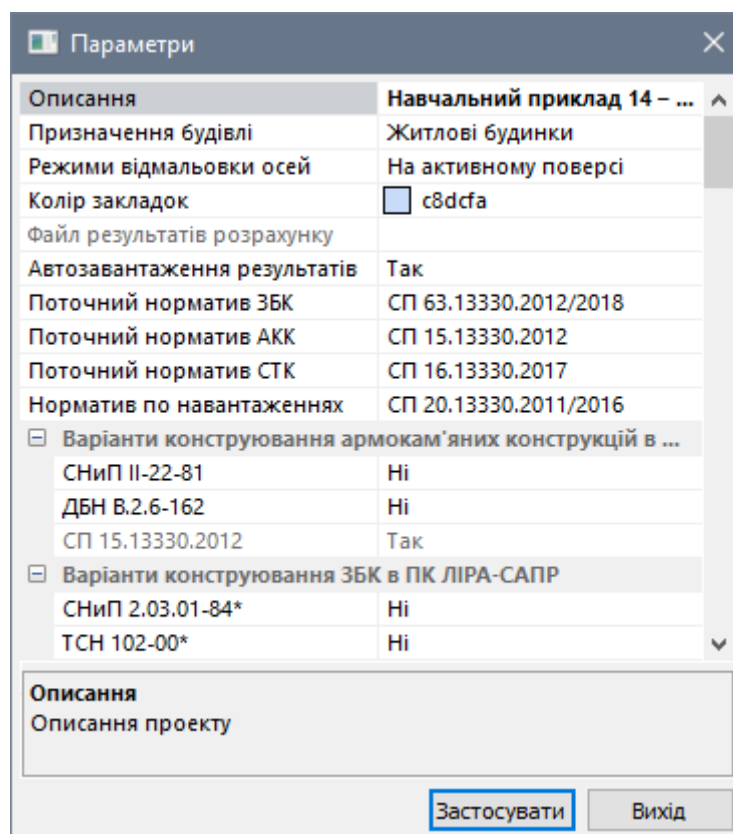

Рис. 14.19. Діалогове вікно **Властивості проекту**
- Викличте діалогове вікно **Параметри** (рис. 14.19) натисканням по кнопці  – **Властивості проекту** (панель **Проект** на вкладці **Створення**).